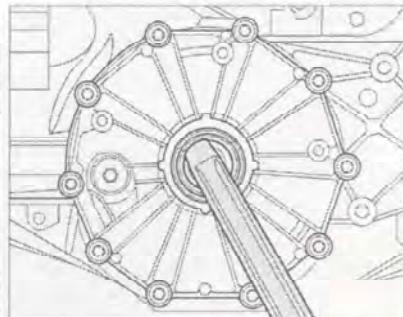

Рис. 7.350. Рычагом извлеките сальник приводного вала.
8. Рычагом извлеките сальник приводного вала (рис. 7.350).